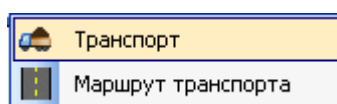

Рисунок 15 – Контекстное меню списка «Транспорт»
- нажатием ПКМ на номере (названии) ВШТ в списке “ Транспорт” на панели текущей информации и выбором в появившемся контекстном меню (рисунок 15) строки “Транспорт”.
- нажатием ПКМ на номере (названии) ВШТ в списке “ Транспорт” на панели текущей информации и выбором в появившемся контекстном меню (рисунок 15) строки “Маршрут транспорта”.